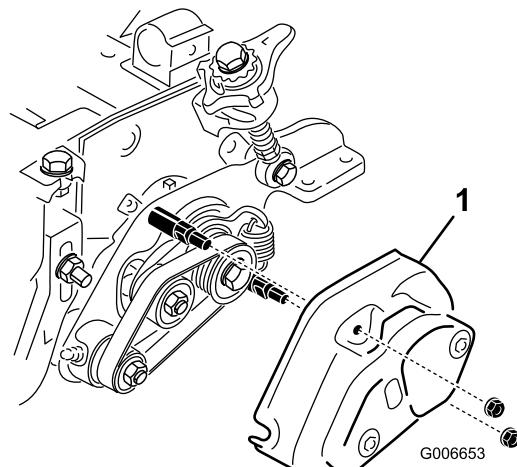

图35
- 8. 确保疏草刀和滚筒刷护罩上的螺母（图35）没有拧得过紧。